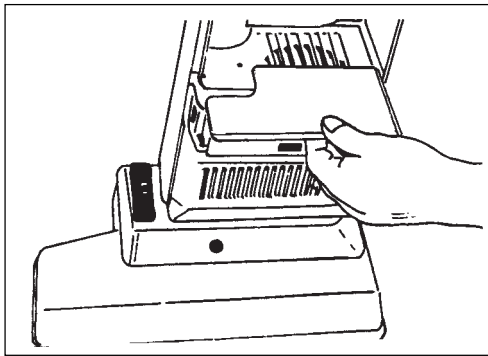

Figure 16
3. Remove the filter, see figure 16.
3. Quite el filtro. Véase figure 16.
3. Enlevez le filtre. Voir figure 16.